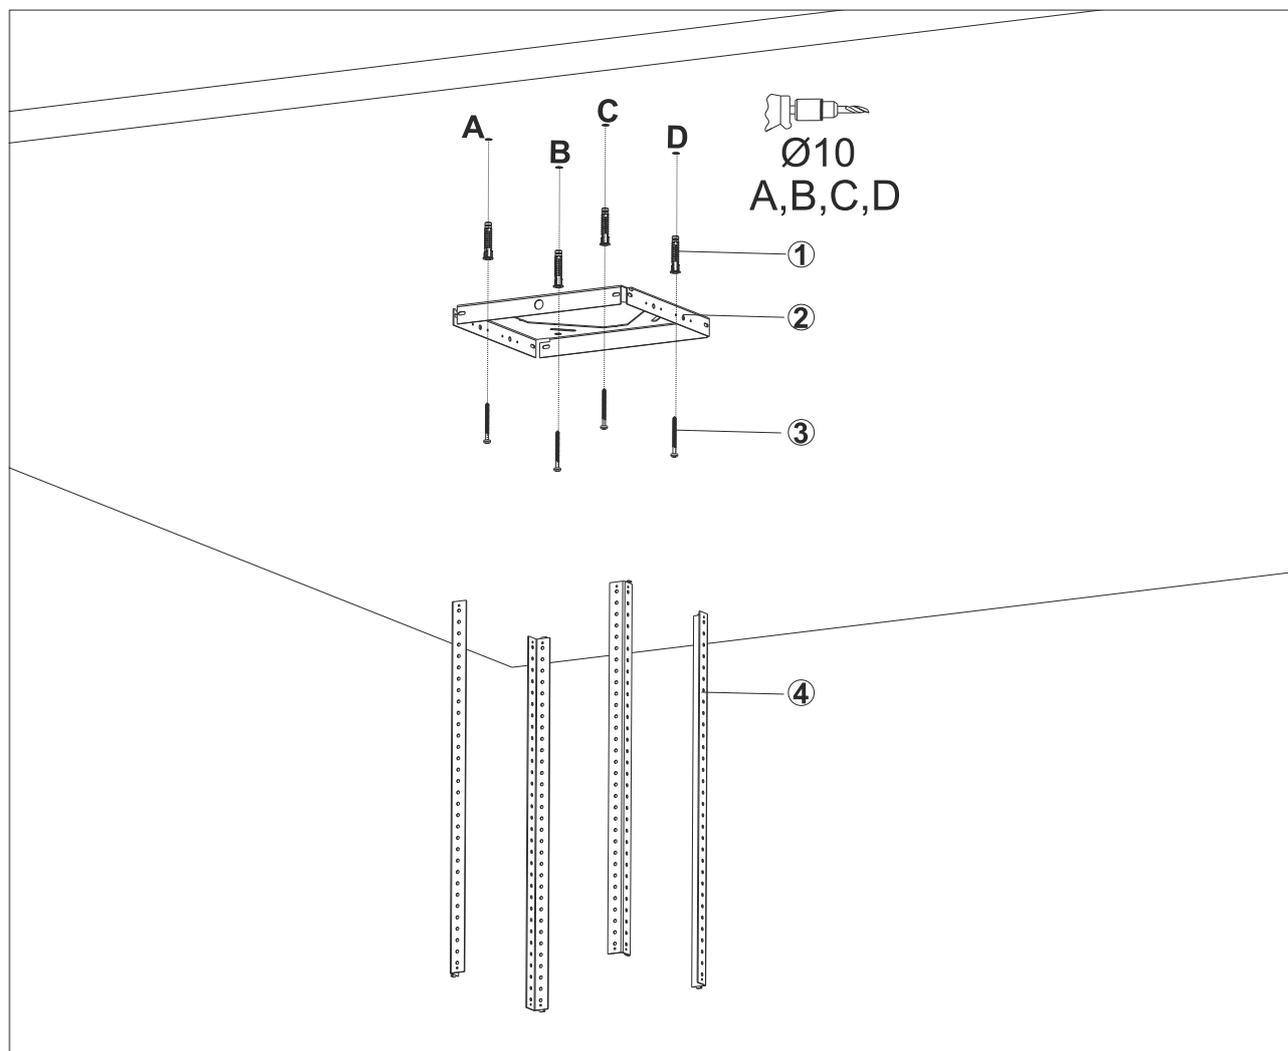

Fig. 10
1. ➤ Forare la superficie nel punto in cui verrà installato il prodotto dai punti A, B, C, D con una punta con Ø10 mm (Fig. 10).
2. ➤ Inserire perni in plastica, Ø10 mm (1) nei punti in cui sono stati eseguiti fori col trapano A,B,C,D (Fig. 10).
3. ➤ Installare la piastra di collegamento a soffitto al soffitto nei punti A,B,C,D con viti 5.5x60 (3) (Fig. 10).